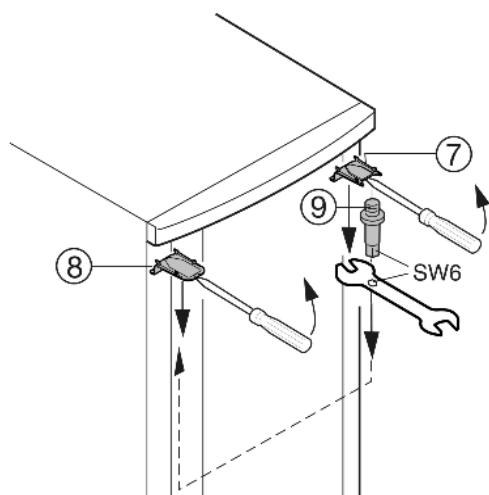

Fig. 5
- ▶ Верхнюю крышку Fig. 5 (7) и крышку Fig. 5 (8) с помощью отвертки выведите вперед из фиксатора и снимите, наклоняя вниз.
- ▶ Выкрутите опорный палец Fig. 5 (9) и вкрутите на противоположной стороне (**с моментом 4 Нм**). Используйте при этом внутренний шестигранник имеющегося в комплекте вилчатого ключа.
- ▶ Снова установите крышку Fig. 5 (7) на стороне опорного пальца: насадите сзади, защелкните спереди.
- ▶ Установите крышку Fig. 5 (8) на противоположной стороне: насадите сзади, защелкните спереди.
- ▶ Навесьте дверцу на опорный палец Fig. 5 (9) и закройте ее.